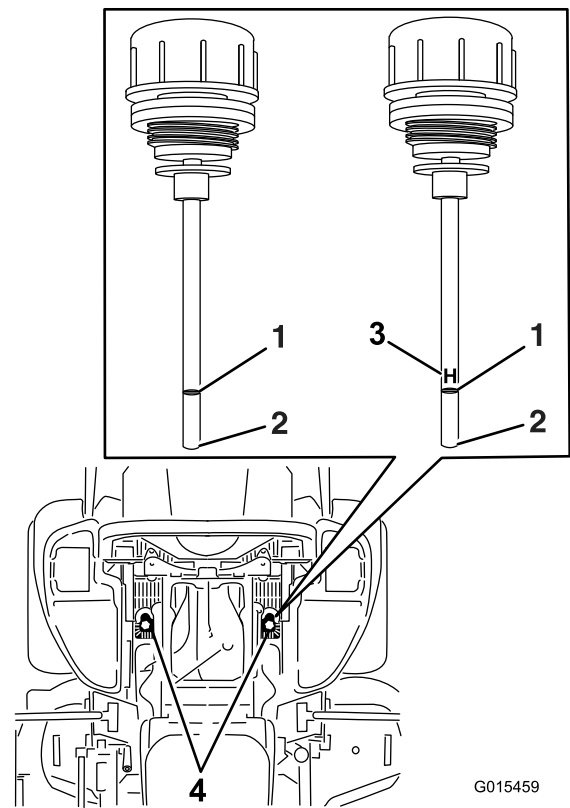

Figura 86
6. Limpie la zona alrededor de las varillas de los depósitos de los sistemas hidráulicos (Figura 86).
7. Retire una varilla del depósito de aceite hidráulico (Figura 86).
9. Retire la varilla e inspeccione el extremo (Figura 86). Si el nivel de aceite está en la marca Add (añadir), vierta lentamente en el depósito hidráulico sólo la cantidad de aceite necesaria para que el nivel llegue hasta la marca de Lleno o **H**.